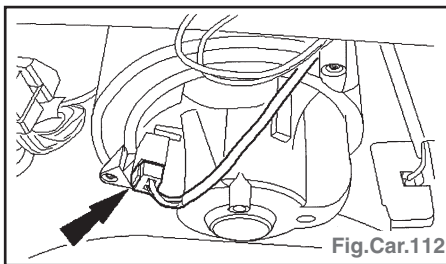

Fig.Car.112
- Débrancher le connecteur de moteur de soufflerie (Fig.Car.112).